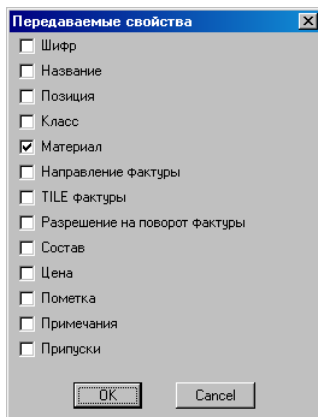

Рис. 6.6. Диалоговое окно передачи атрибутов объекта
**Изделие / Список / Укажите объект-образец:* Указать объект образец. Выбрать в открывшемся окне (рис. 6.6) свойства, подлежащие копированию.
Примечание. Количество свойств в представленном окне (рис. 6.6) может меняться в зависимости от типа указанного объекта.